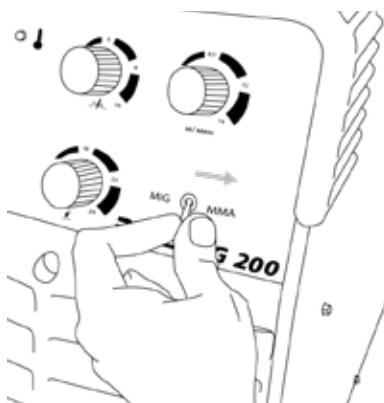

Рис. 11.3. Выбор способа сварки
3. Перейдите в режим MMA (рис. 6.1 п.5) на передней панели сварочного аппарата. (рис. 11.3).